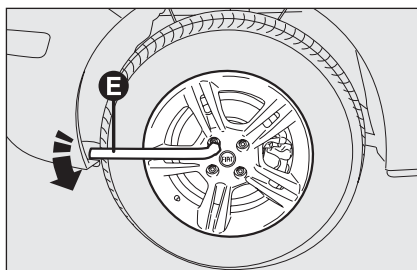

рис. 3
- Ослабьте болты колеса, подлежащего замене, примерно на один оборот с помощью гаечного ключа **Е-рис. 3**; если ваш автомобиль оснащен дисками из легкого сплава, покачайте автомобиль, чтобы облегчить снятие диска со ступицы;